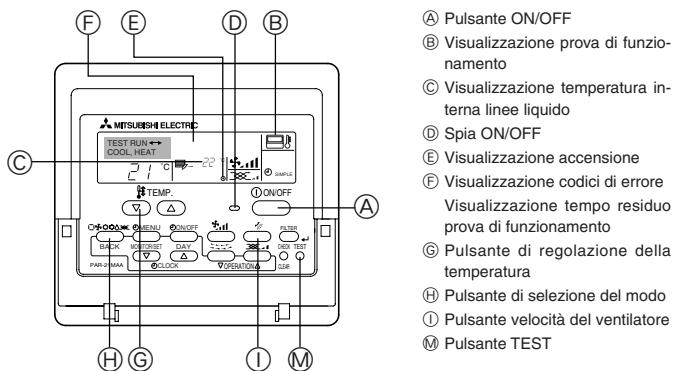

Fig. 8-1
8.2. Prova di funzionamento (Uso del comando a distanza con filo) (Fig. 8-1)
- ① Inserire l'alimentazione almeno 12 ore prima della prova di funzionamento.
- ② Premere due volte il pulsante [TEST]. → Display a cristalli liquidi "TEST RUN"
- ③ Premere il pulsante [Mode selection] (selezione modalità). → Accertarsi che il vento venga soffiato fuori.
- ④ Premere il pulsante [Mode selection] (selezione modalità) e passare alla modalità raffreddamento (o riscaldamento). → Accertarsi che il vento freddo (o caldo) venga soffiato fuori.
- ⑤ Premere il pulsante [Fan speed] (velocità del vento). → Accertarsi di comutare sulla velocità del vento.
- ⑥ Controllare il funzionamento del ventilatore della sezione esterna.
- ⑦ Rilasciare il pulsante della prova di funzionamento, premendo il pulsante [ON/OFF]. → Stop
- ⑧ Registrare un numero di telefono.